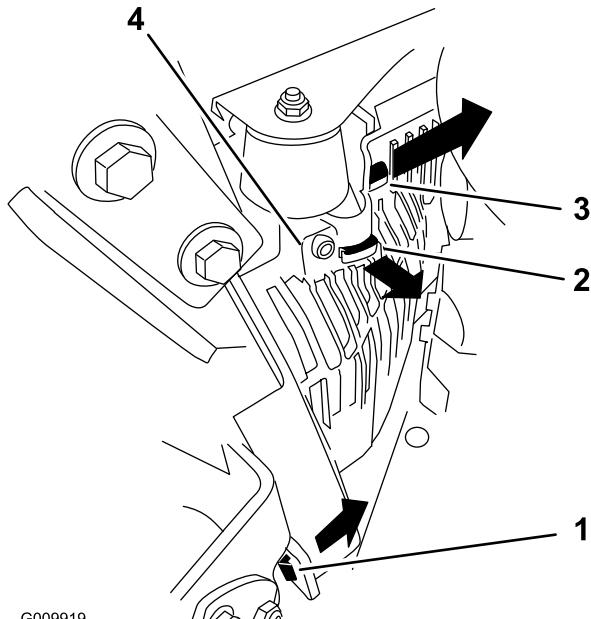

Figura 50
3. Retire la cubierta de la unidad hidráulica de la izquierda en el orden indicado en Figura 50. Así tendrá acceso a la bujía delantera.
5. Instale la cubierta de la unidad hidráulica izquierda (Figura 50).